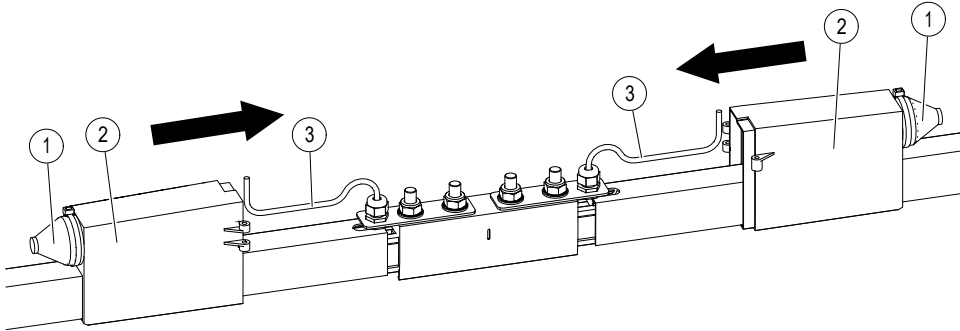
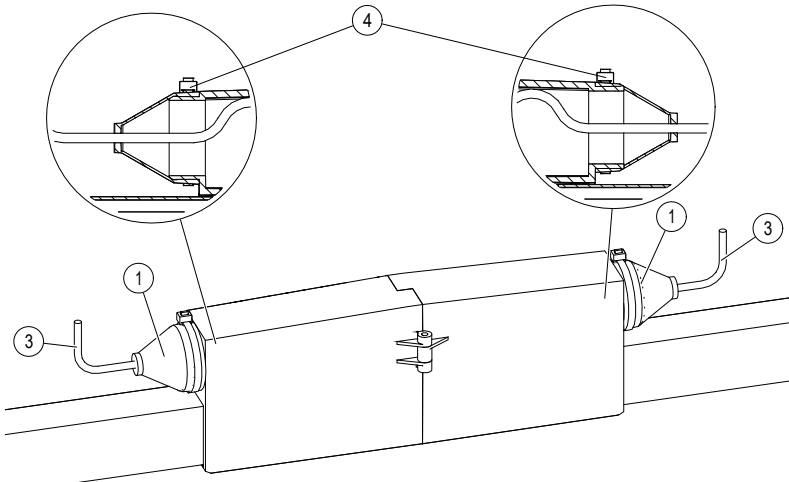

图 43: 滑合电缆帽 (2)
图 44: 将冷接电缆 (3) 穿过护线套 (1)
→ 滑动冷接电缆 (3) 的护线套 (1) (见图图 43)。
→ 滑合电缆帽 (2), 将冷接电缆 (3) 穿过护线套 (1) (见图图 43 和图图 44), 并使用束线带 (4) 固定。